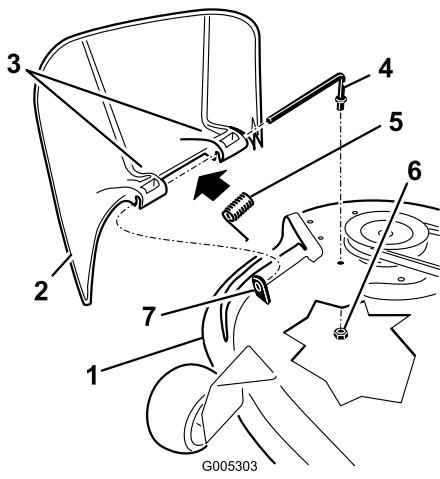

Figura 48
1. Individuate le parti illustrate nella Figura 48.
2. Togliete il dado (9,5 mm) dall'asta sottostante il tosaerba (Figura 48).
3. Estraete l'asta dal distanziatore corto, dalla molla e dal deflettore dell'erba (Figura 48). Togliete il deflettore dell'erba tagliata se è danneggiato o consumato.
4. Riposizionate il deflettore dell'erba (Figura 48).
6. Collocate la molla sull'asta (tenendo abbassati i fili alle estremità), tra le staffe del deflettore di sfalcio. Fate scorrere l'asta attraverso la seconda staffa del deflettore dell'erba (Figura 48).
7. Inserite l'asta dalla parte anteriore del deflettore dello sfalcio, nel piccolo isolatore sul piatto di taglio. Fissate l'estremità posteriore dell'asta nel tosaerba con un dado (9,5 mm) (Figura 48).